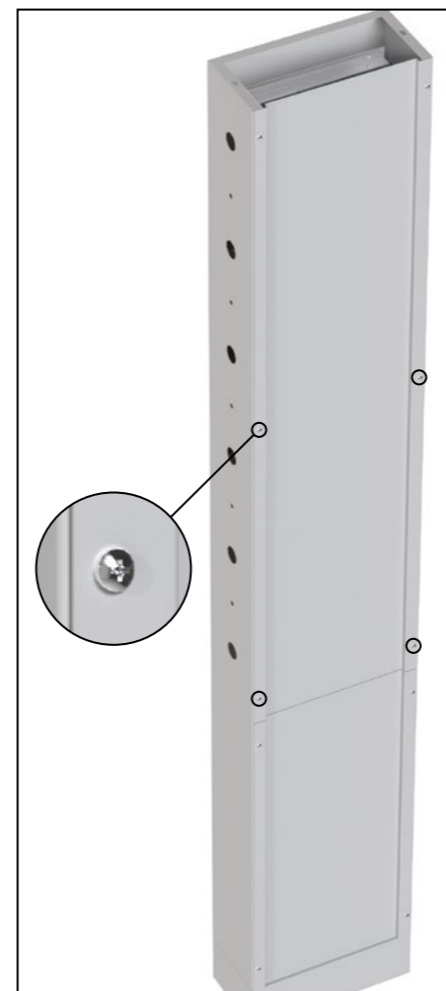
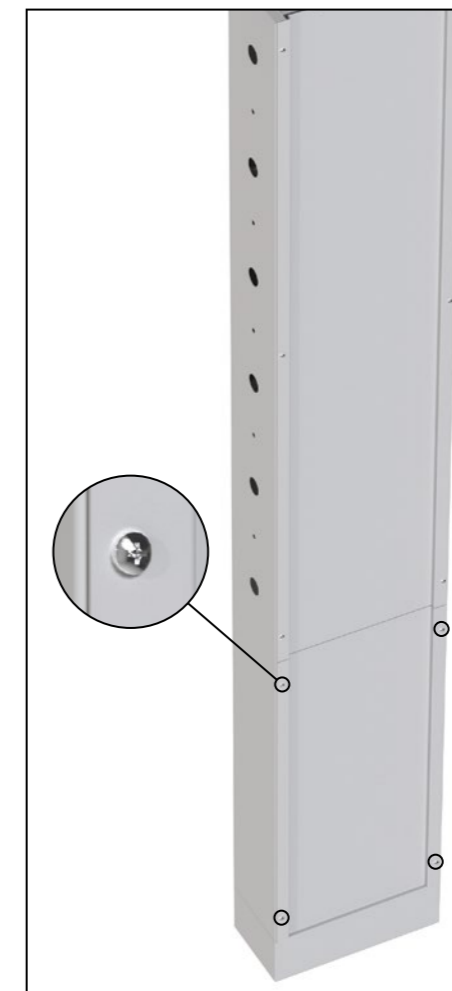

Рис. 30
Рис. 31
**2.2** Вывернуть 6 винтов М4х16 у верхней панели (Рис. 30) и 4 винта у нижней панели (Рис. 31) и снять панели фасадные (Рис. 32). Винты сохранить.